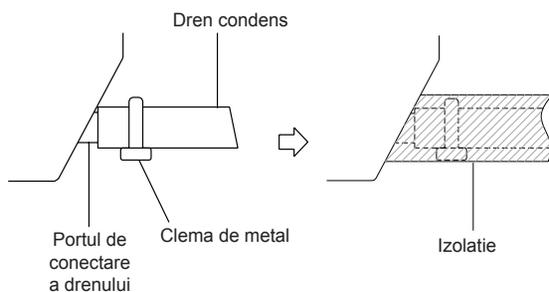

Fig. 6.1
2. Atasaai gura drenului de evacuare la conducta de evacuare a unitatii. Sigilati gura drenului, ferm cu o clema de teava. (Fig 6.1)